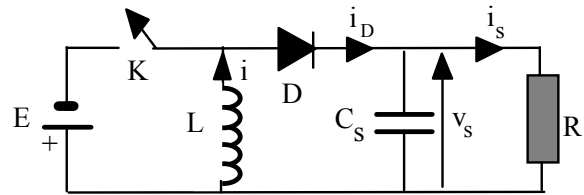

Figure 2
1) Montrer que ce convertisseur peut se ramener au circuit équivalent de la figure 2. Donner pour cela l'expression de E et de L . Que représente le courant i ?
On travaille désormais avec le circuit équivalent de la figure 2. Le hacheur fonctionne en conduction discontinue et est piloté par Modulation de Largeur d'Impulsion (MLI, rapport cyclique α) à la fréquence de découpage F . La position de l'interrupteur K est repérée par la variable u :